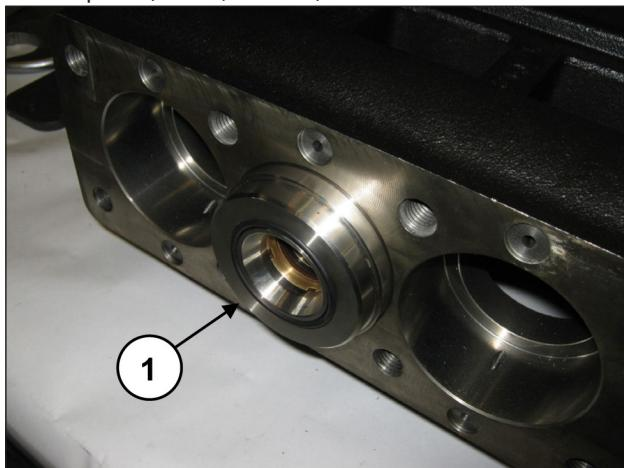

Рис. 171
Поворачивая вал, продвигайте направляющую поршня таким образом, чтобы калибр (который в свою очередь тоже продвигается) вытолкнул опору уплотнений и весь блок поршня (поз. ①, Рис. 171).